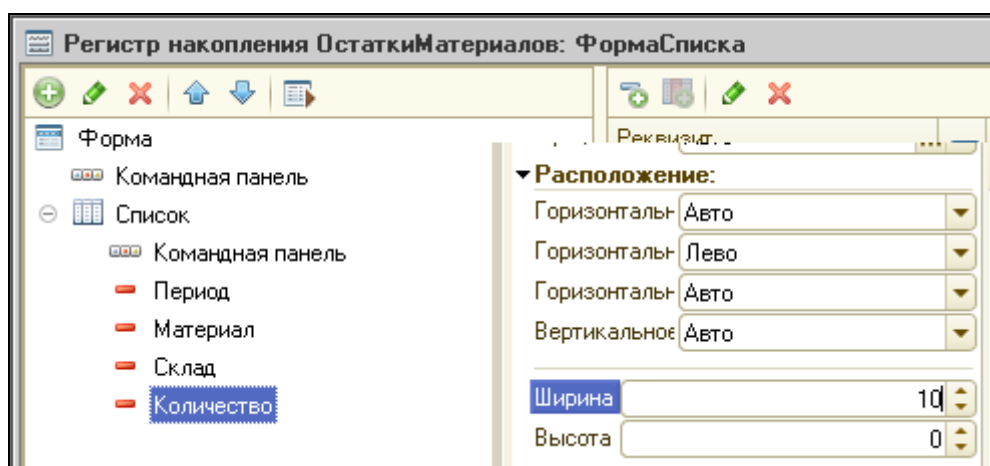

Рисунок 10.17 Настройка ширины реквизитов
3. Изменить ширину всех элементов управляемой формы. Для этого вызвать свойство каждого реквизита и настроить ширину в группе **Расположение** (рис. 10.17).